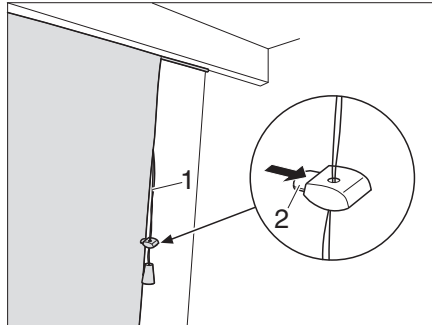

Fig. 83 Persiana plisada
- Tirar de la cuerda (Fig. 83,1) hacia abajo. La persiana es tirada de las bandas hacia arriba y plisada.
- Apretar la pinza (Fig. 83,2) en el soporte y desplazar el soporte a la posición deseada.
- Apretar la pinza (Fig. 83,2) en el soporte.